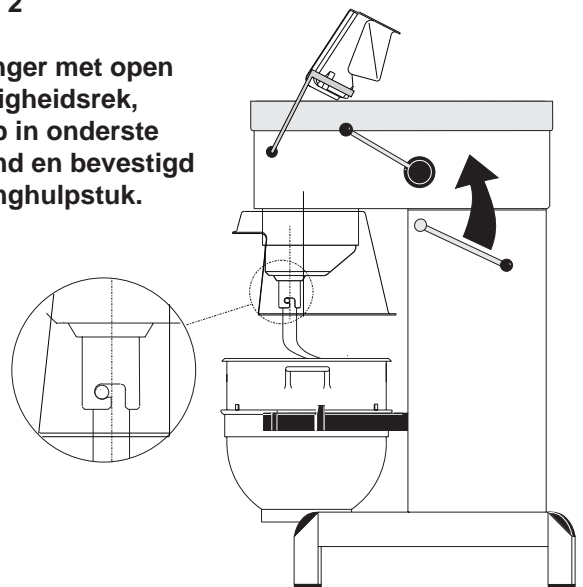

Fig. 3
- A) Open het veiligheidsrek en plaats de kuip in de kuiparmen. **N.B.** De kuiparmen moeten in de laagste stand staan en de kuip moet helemaal in de kuiparmen worden geschoven - Het "derde oor" van de kuip in de richting van de menger (fig. 2 en fig. 3).